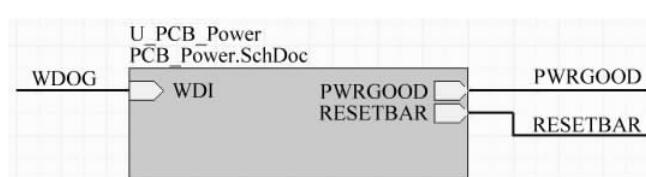

图 1-10 方块电路网络标签连接
c. 为了避免主原理图上过多的导线交叉，仍然可以使用网络标签来连接方块电路，如图 1-10 所示。